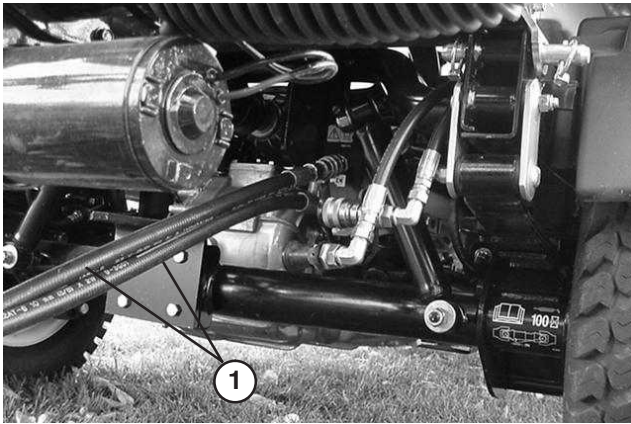

Figure 71
- Sur l'autre véhicule, branchez les deux flexibles au raccord se trouvant encore dans le support. Raccordez le flexible supérieur au raccord supérieur et le flexible inférieur au raccord inférieur (Fig. 71). Obturez les deux raccords inutilisés.